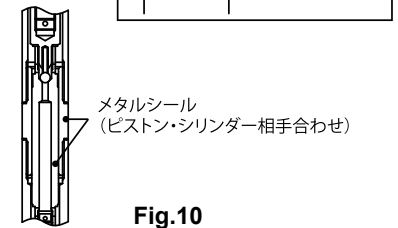

Fig.10
- 10) 各部品を洗浄・点検し、キズや摩耗などがあれば新品と交換してください。特に、ピストン、プランジャーロッドはメタルシール機構のため、キズや遍摩耗などがあるとシール性が悪く、リークによる圧力低下や、吐出量が減少しますので交換する必要があります。この場合ピストンとシリンダーは相手合わせの一对となっていたため、セットで交換してください。(Fig.10)